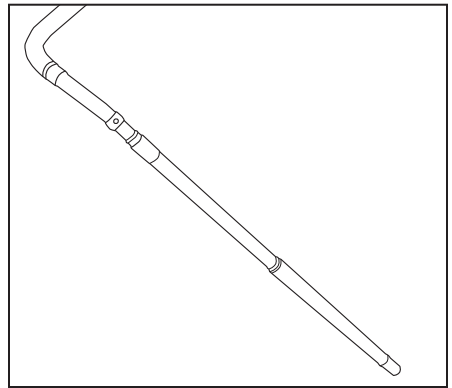

Fig. 4
- Conecte la(s) varilla(s) de extensión al extremo del mango curvo de la manguera (Fig. 4).
- Conecte la(s) varilla(s) de extensión al extremo del mango curvo de la manguera (Pág. 7, Fig. 4).